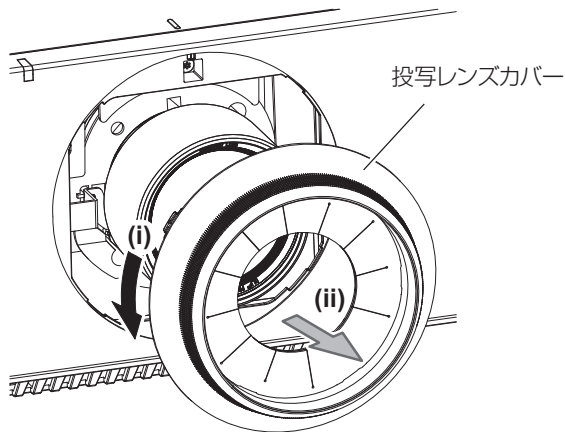

図1
- 1) 投写レンズカバーを反時計方向に回し、取り外す（図1）
- 1) 投写レンズカバーを取り外し、投写レンズのガイドを本体のガイド溝に合わせて奥まで差し込む (図1)